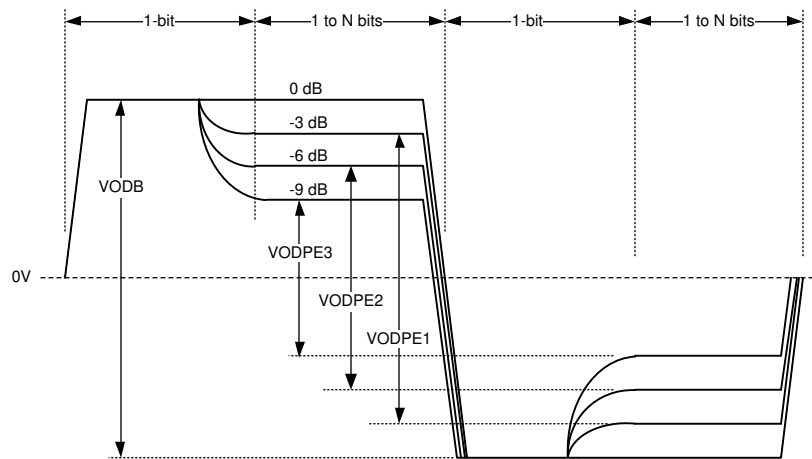

图 7-2. 驱动器预加重差分波形 (显示全部 4 个预加重级别)
输出驱动器具有预加重功能 (驱动器侧均衡), 用于补偿其驱动背板的传输损耗。驱动器会调节输出信号, 以便较低频率的脉冲和较高频率的脉冲在背板末端达到大致相同的振幅, 从而尽可能减小由幅度视差引起的确定性抖动。DS40MB200 提供四个级别的用户可选预加重, 即 0、-3、-6 和 -9dB, 可处理不同的背板长度。图 7-2 显示了驱动器预加重波形。预加重持续时间标称值为 200ps, 对应于 4Gbps 时的 0.8 单位间隔 (UI)。开关侧和线路侧的预加重电平可以单独编程。